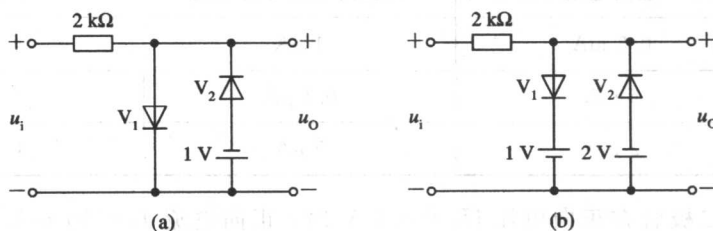

图 1-4
9. 电路如图 1-4 所示, $u_i = 5 \sin \omega t$ (V), 试画出输出电压 u_o 的波形。(二极管的正向压降忽略)